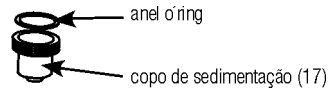

Fig. 33 – Limpeza dos componentes
- Desmonte o sistema retirando o filtro de combustível, o anel o'ring e o copo de sedimentação (fig. 33).